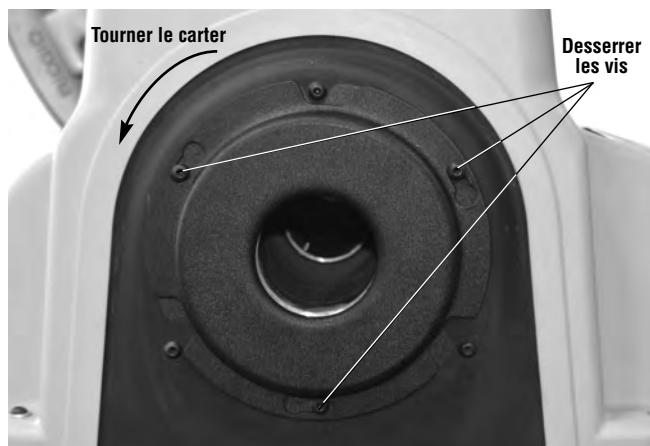

Figure 25A – Dépose du carter arrière
- a. Assurez-vous que le commutateur REV/OFF/FOR est en position OFF (0) et que le cordon d'alimentation de la machine est débranché.
- b. Enlevez le carter arrière de la machine desserrant ses vis et en le faisant tourner (Figure 25A).